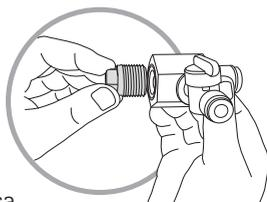

Figura 6
- 2- Rosqueie o tampão de 1/2" (não incluso no kit de instalação) no adaptador (Figura 6).